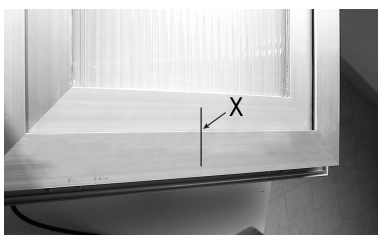

Fig. 2
- A. Trazar con un lápiz la línea de centro "X" del bastidor y marco (Fig. 2), o dividirlo igualmente en caso de montaje de varios Kato Syncro³.